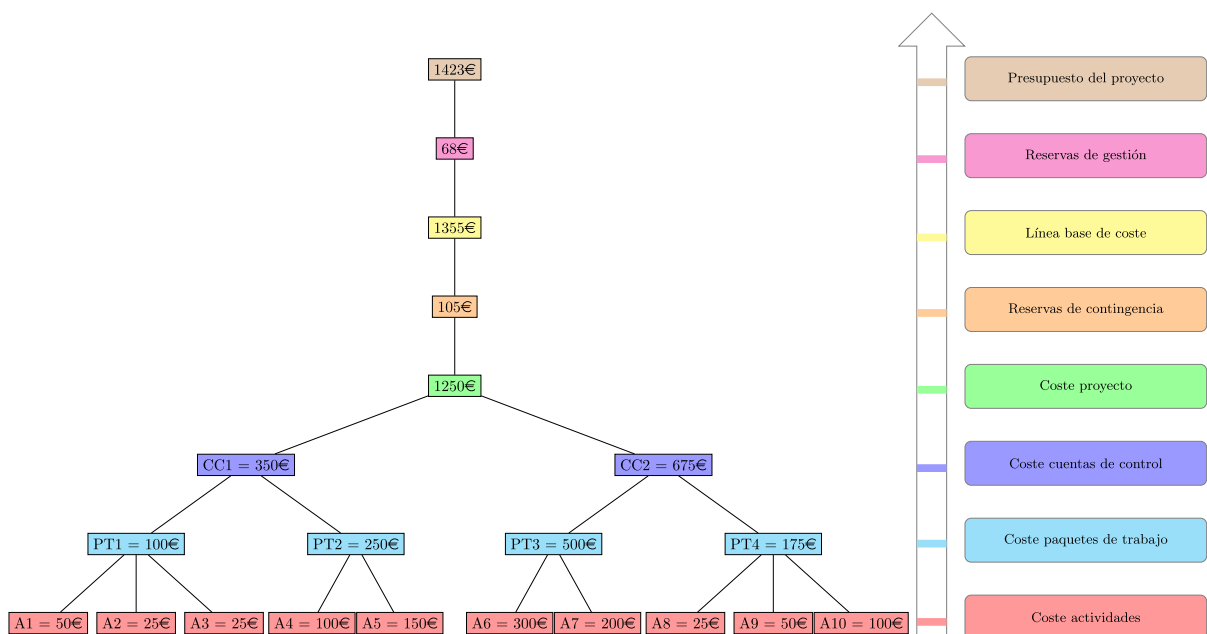

Figura 6.5: Agregación de costes
- **Agregación de costes:** Mediante la estimación ascendente se suman las estimaciones de las actividades de cada paquete de trabajo que contempla el proyecto. El proceso es el siguiente (ver Figura 6.5):